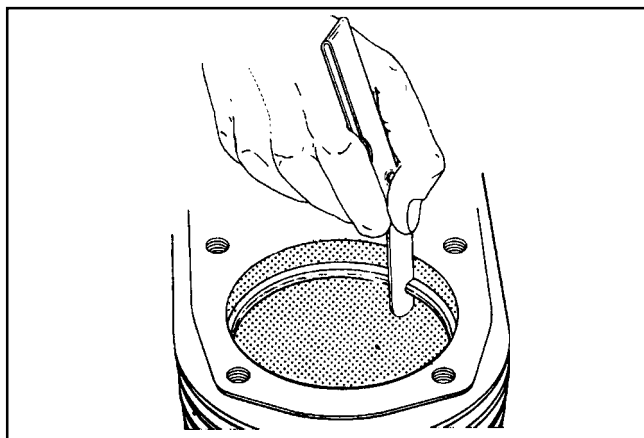

Figura 10-9. Misurazione del gioco finale dei segmenti del pistone.
4. Prima di installare i nuovi segmenti sul pistone, posizionare ognuno dei due segmenti superiori nelle rispettive aree di movimento nell'alesaggio e controllare il gioco finale (vedere Figura 10-9). Confrontare il gioco dei segmenti con le specifiche riportate nella Sezione 1.